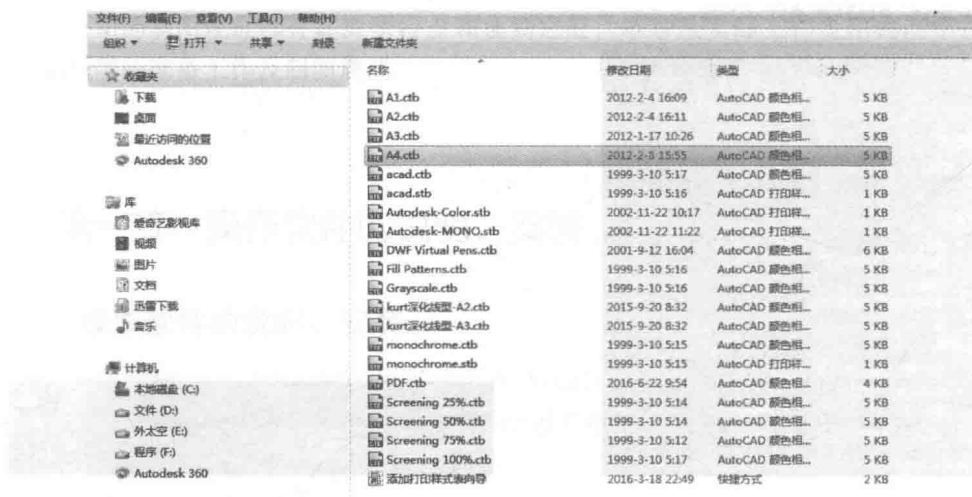

图 2-1-9
②公司打印样式的安装路径（“C：\ Users \ lenovo \ AppData \ Roaming \ Autodesk \ AutoCAD2014 \ R19.1 \ chs \ Plotters \ Plot Styles”），如图 2-1-9 所示。